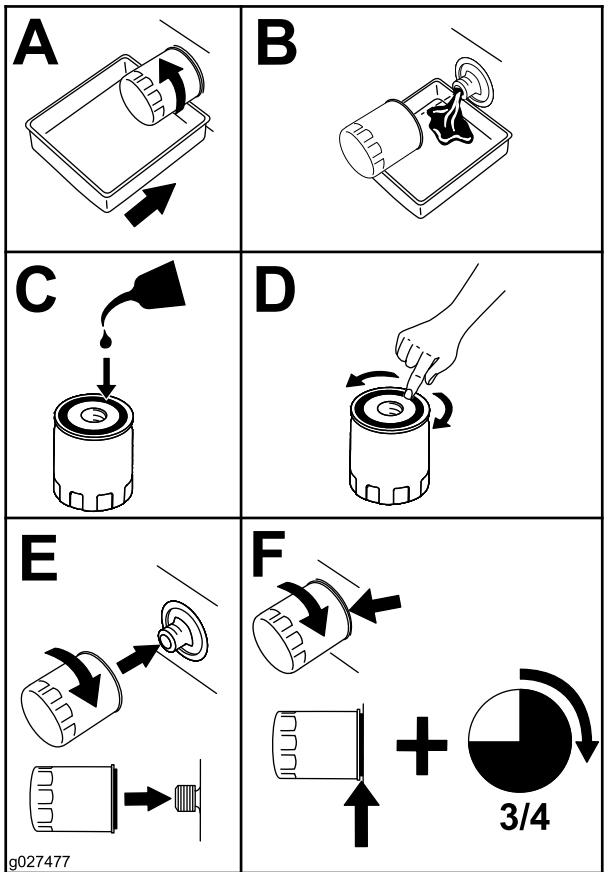

Figura 60
2. Sustituya el filtro de aceite del motor (Figura 60).